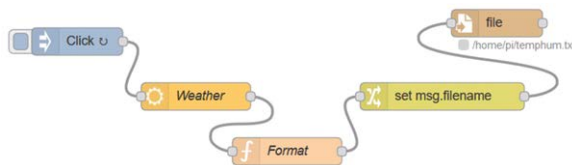

Figure 10.1 Programme de flux du projet
Programme de flux Node-RED : La figure 10.1 montre le programme de flux qui se compose de 5 nœuds : **injecter** noeud qui se répète toutes les minutes, un **openweathermap** nœud qui reçoit le bulletin météo local, un **fonction** nœud qui formate les données, un **changement** nœud qui spécifie le nom du fichier, et une **fichier** noeud qui stocke (ajoute) les données dans le fichier spécifié.
- Rejoindre tous les nœuds comme indiqué dans la figure 10.1, et cliquez sur **Déployer**.